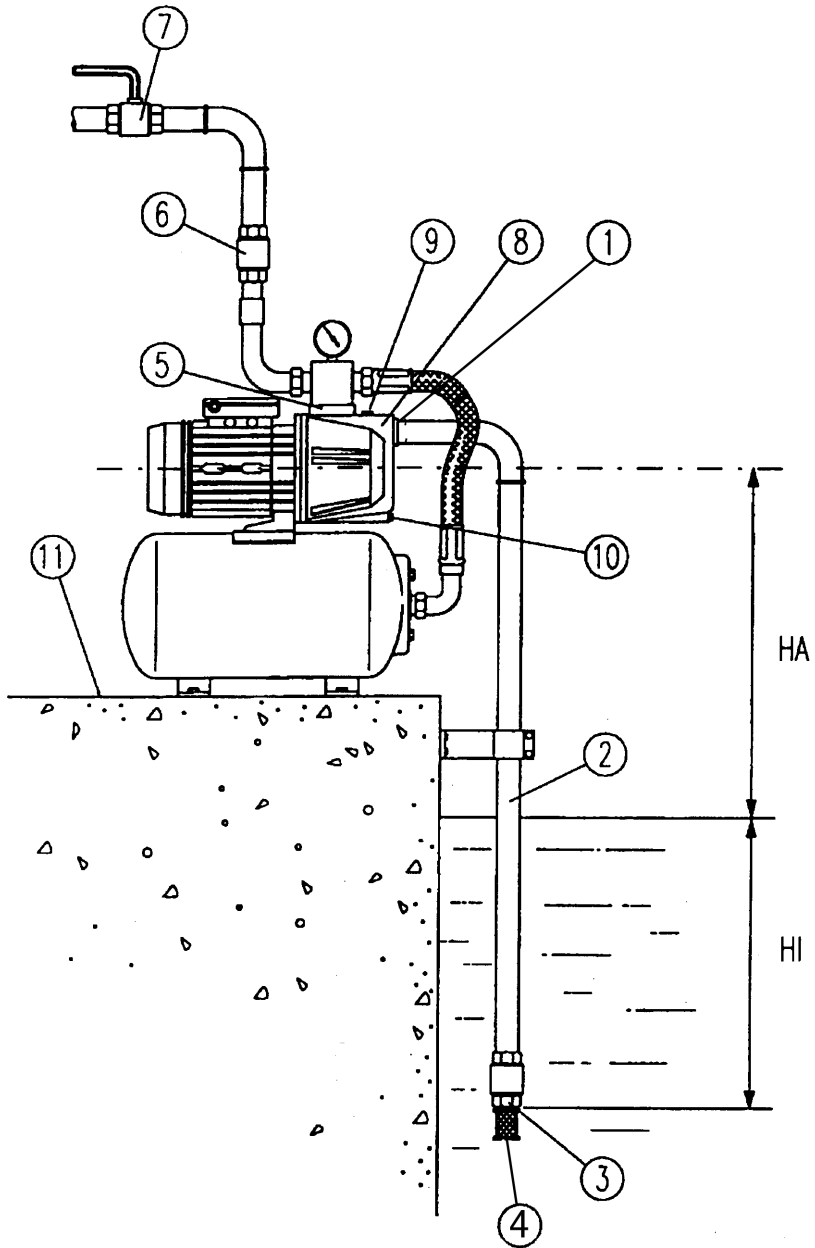

Fig. 1
**Раздел 3-и - Установка (см. рис. 1)**
Для установки всасывающего трубопровода (см. рис. 1, позиция 2) используйте шланг или трубу такого же диаметра, что и всасывающий патрубок насоса (см. рис. 1, позиция 1). Если высота всасывания (НА) больше 4 м, используйте шланг (трубу) большего диаметра. Всасывающий трубопровод должен быть полностью воздухопроницаемым. Для исключения образования "воздушных мешков", могущих повредить нормальной работе электронасоса, трубопровод не должен иметь "S"-образных острых углов и/или обратных скатов. Путь напорного трубопровода должен быть кратким и, по возможности, прямым, с минимальным количеством поворотов.
Для исключения протекания перекачиваемой воды при выключенном насосе, установите на всасывающем трубопроводе обратный клапан с сетчатым фильтром на конце (см. рис. 1, позиции 3 и 4). Удостоверьтесь, что они погружены на глубину не менее 50 см от уровня перекачиваемой воды (НИ). В случае применения переходных муфт для подсоединения всасывающего трубопровода и обратного клапана к насосу, рекомендуется изолировать (обмотать) резьбовые соединения тефлоновой лентой. Для облегчения проведения профилактических работ по техническому обслуживанию насос-автоматов серий PURAPRESS, GARDENPRESS, WATERPRESS 1000, 750 и WATERPRESS INOX 1000 рекомендуется на напорном трубопроводе установить шаровый кран, а также обратный клапан между краном и напорным патрубком насоса (см. рис. 1, позиции 6 и 7). Убедитесь, что электродвигателем насоса обеспечивается максимальная вентиляция. При установлении стационарных насосов рекомендуется прикрепить основу автоклава к опорной поверхности с помощью крепежных винтов, проходя через соответствующие отверстия, находящиеся на ножках бака, соединить установку гибкой трубой и вставить резиновый слой (или другой антивибрационный материал) между опорной поверхностью и автоклавом с целью уменьшения вибраций. Место установки должно быть прочной и сухой для обеспечения правильного и надежного функционирования автоклава.
Увеличение потребления электроэнергии означает ненормативное механическое трение внутри насоса или электродвигателя. Во избежание возможных неисправностей, рекомендуется регулярная проверка давления предварительной нагрузки в гидроаккумуляторе (повысительном баке), при этом насос-автомат необходимо отключить от сети электропитания и открыть все водозаборные точки. В данном случае, водонапорная система не будет под давлением. Измерьте манометром давление предварительной нагрузки, используя клапан, размещенный в задней части гидроаккумулятора. Давление должно равняться 1,5 бара. При необходимости отрегулируйте давление предварительной нагрузки или обратитесь в сервисную службу техобслуживания поставщика (продавца). В случае предполагаемого не использования электронасоса в длительный промежуток времени (например, в течение года), рекомендуется полностью осушить насос, открыв сливную пробку (см. рис. 1, позиция 10), прополоскать его чистой водой и разместить в сухом, защищенном от атмосферных осадков месте.